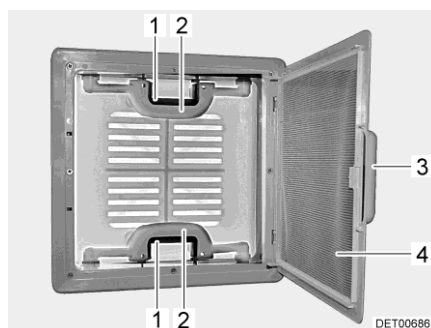

Fig. 21 Lanterneau à pousoirs
- Tirer sur la poignée (Fig. 21,3).
- Rabattre la moustiquaire (Fig. 21,4) vers le bas.
- Appuyer sur le verrou (Fig. 21,1) vers l'intérieur du lanterneau. Pousser le lanterneau simultanément vers le haut par la poignée (Fig. 21,2).
- Faire basculer la moustiquaire (Fig. 21,4) vers le haut jusqu'à ce qu'elle s'enclenche.
- Tirer fortement le lanterneau vers le bas par les deux poignées (Fig. 21,2) jusqu'à ce que les deux poussoirs (Fig. 21,1) s'encliquettent.